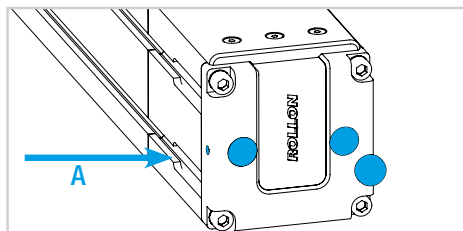

图 8
- 8) 取下固定螺丝上的保护帽, 松开 A 型固定螺丝 (图 8)。